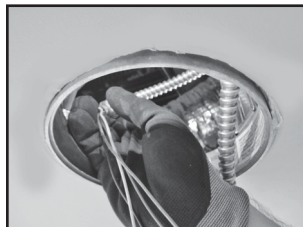

Figure 23.
8. Alimentez les câbles d'alimentation à partir de l'assemblage pilote retrofit en passant par l'entrée défonçable qui a été retirée dans la boîte de jonction, et insérez le connecteur à pression à l'intérieur de la boîte de jonction (Figure 23).